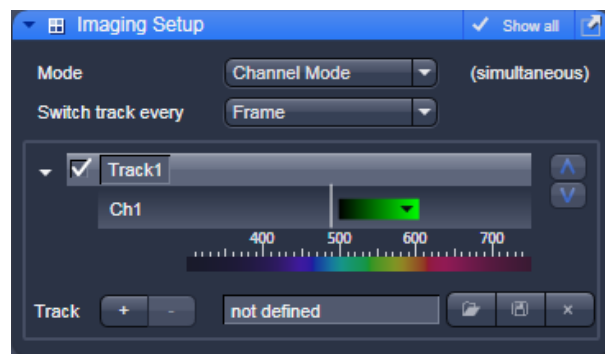
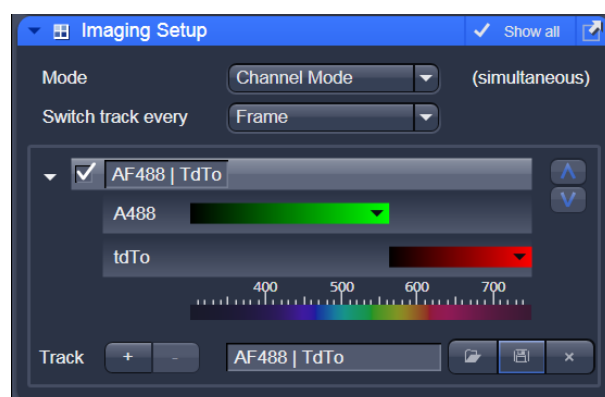
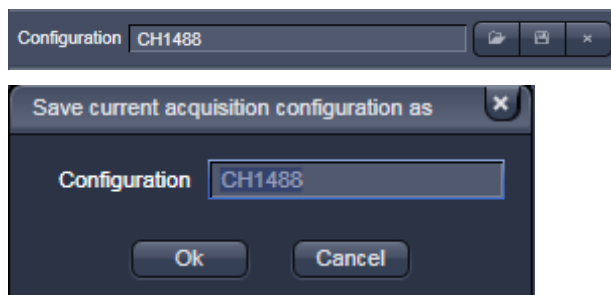

Fig. 17 Ventana Imaging Setup para una sola pista (LSM)
Fig. 18 Visualización de las bandas de detección y de las líneas láser
Fig. 19 Cuadro de lista Configuration
- Seleccione **Channel Mode**, si es necesario (Fig. 17).
- En la ventana **Imaging Setup** se muestran las **líneas láser** (líneas verticales) y los **canales** (barras horizontales de color) activados para la excitación (Fig. 18).
- Para almacenar una configuración nueva haga clic en  y entre el nombre deseado en la primera línea del cuadro de lista (Fig. 19). Luego, haga clic en **Ok** para almacenar la configuración.
Los siguientes modos pueden seleccionarse en el panel **List of Tracks** dentro de la ventana **Imaging Setup** (Fig. 17, Fig. 18 y Fig. 19). Las pistas se cambian tras cada línea o tras cada cuadro.